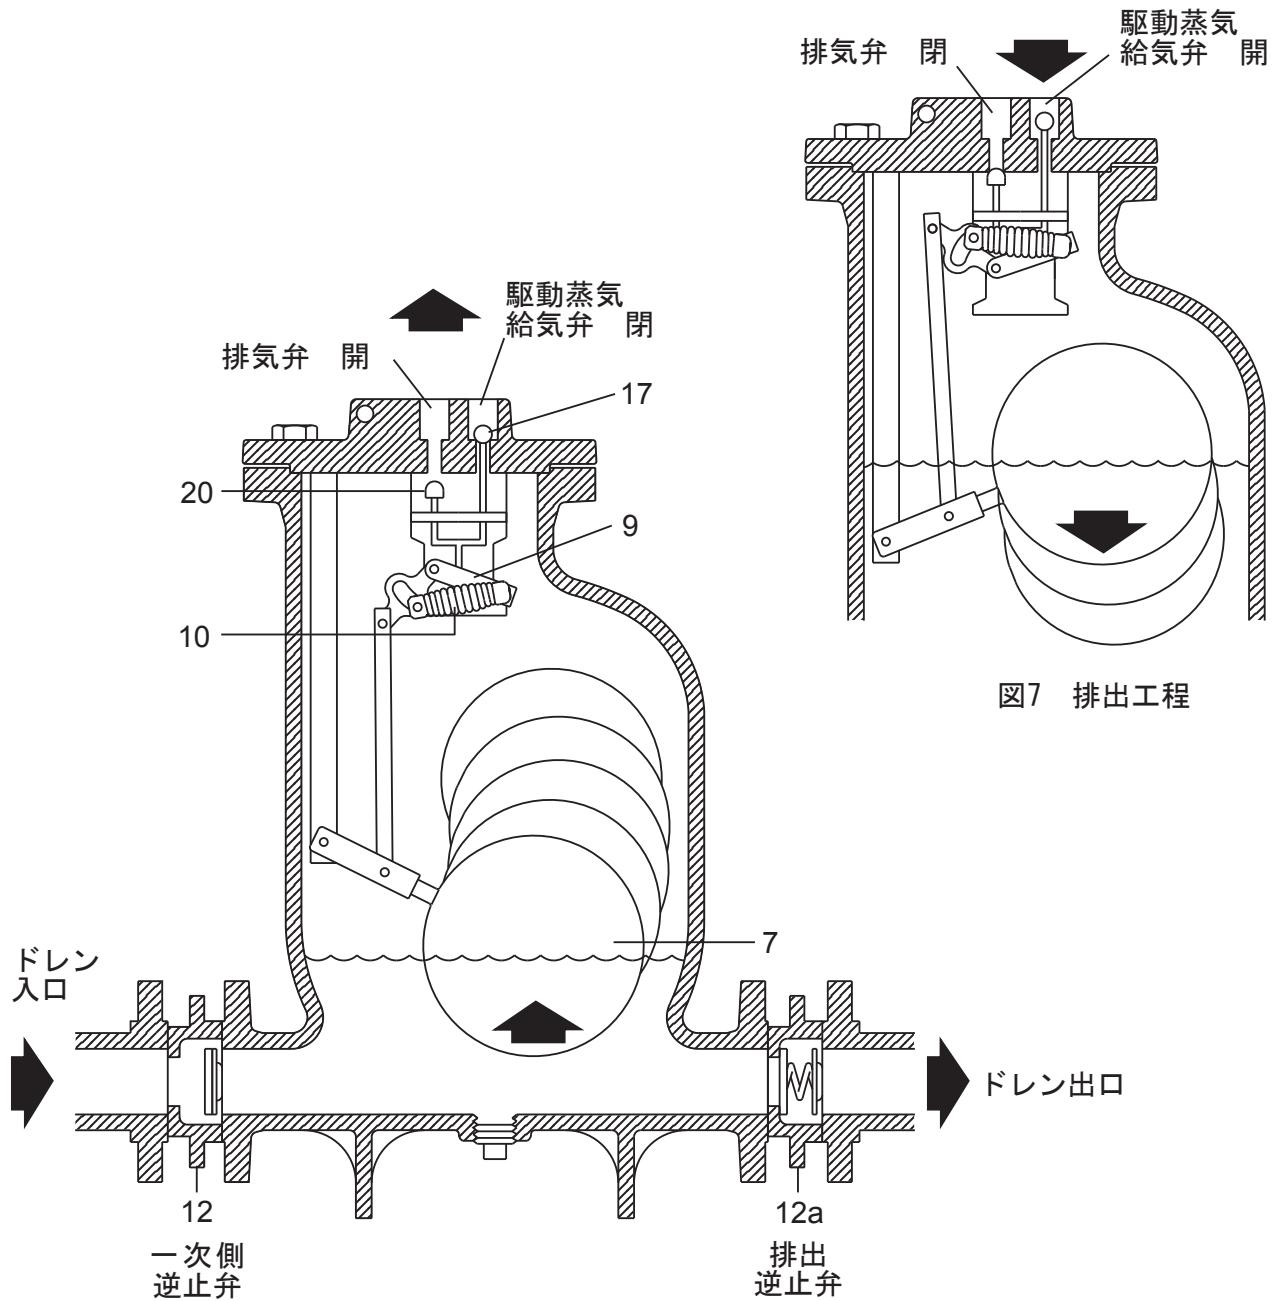

図6 充満工程
- 運転前は、給気弁(17)が閉じ、排気弁(20)が開いた状態でフロート(7)は一番低い位置にいます。（図6）